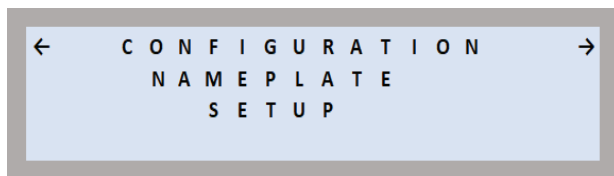

Figura 65
- Una volta pronti, fare una pressione su  per accettare le impostazioni e tornare alla schermata di Impostazione della targa identificativa (vedere Figura 65).